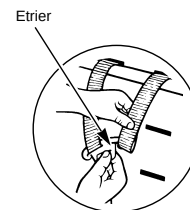

Fig 6
- Enlever la housse sur le haut du siège. Enlever les bretelles de l'étrier (Fig.6). Retirer la bretelle de l'encoche actuelle, de l'intérieur du siège vers l'avant du Siège de sécurité et sortir du manchon. A présent, enlever les manchons de harnais en tenant un manchon et retenant une glissière métallique, la tordre de manière à ce qu'un bord mince traverse d'abord l'encoche. Pousser la glissière jusqu'à l'avant du Siège de sécurité (Fig.6b).
- A présent, enfiler à nouveau les manchons de harnais, retenant la glissière métallique dans l'encoche choisie de bretelle, dans la housse et le siège. Vérifier qu'elle n'est pas tordue. Ensuite, enfiler à nouveau la bretelle dans le manchon puis dans l'encoche choisie. Vérifier que la bretelle repose sur le dessus de la glissière du manchon et qu'elle n'est pas tordue. Remettre les bretelles sur l'étrier (Fig.6). Il est essentiel que les bretelles passent toujours au-dessus du tube arrière supérieur. Vérifier que les bretelles ne sont pas tordues, tirer pour serrer et reposer la housse de siège.